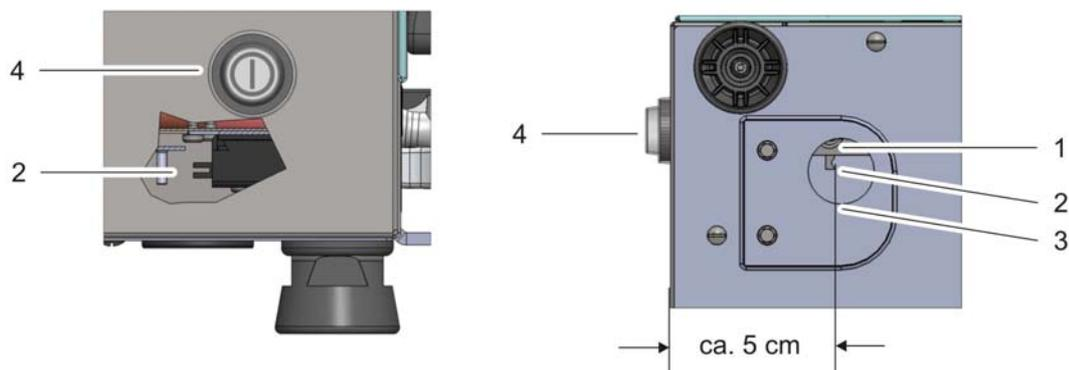

Figura 8-9. Palanca de bloqueo de la puerta y desbloqueo de emergencia en la parte inferior de la incubadora
Para desbloquear el cierre de la puerta exterior antes de que la temperatura descienda al valor seguro de 65 °C, debe utilizarse la palanca de desbloqueo de emergencia (n.º 2 en la Figura 8-9):
- Localice la palanca de desbloqueo de emergencia (2) en la parte inferior de la incubadora. Se encuentra en el lado izquierdo del aparato, unos 5 cm al lado/detrás del interruptor de red (4) (véase la Figura 8-9 abajo).